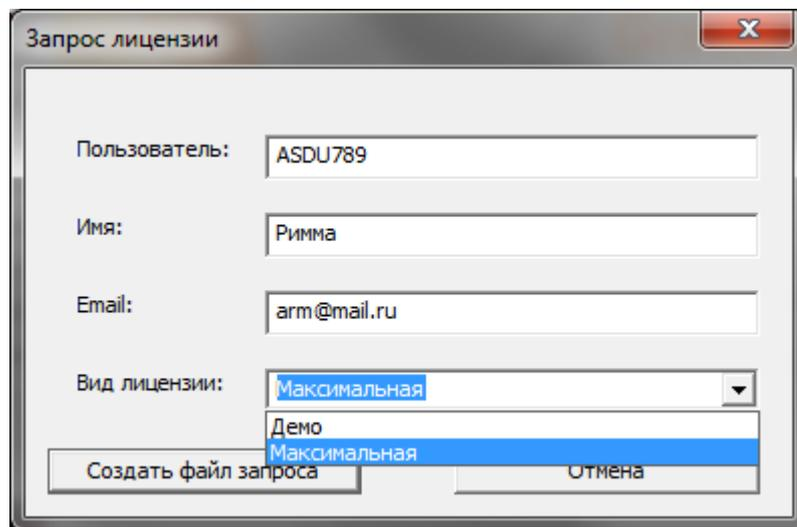

Рисунок 3.29 – Окно **«Запрос лицензии»**
- В появившемся окне **«Запрос лицензии»** внести данные в поля, расположенные напротив пунктов **«Пользователь»**, **«Имя»**, **«Email»** (Рисунок 3.29);